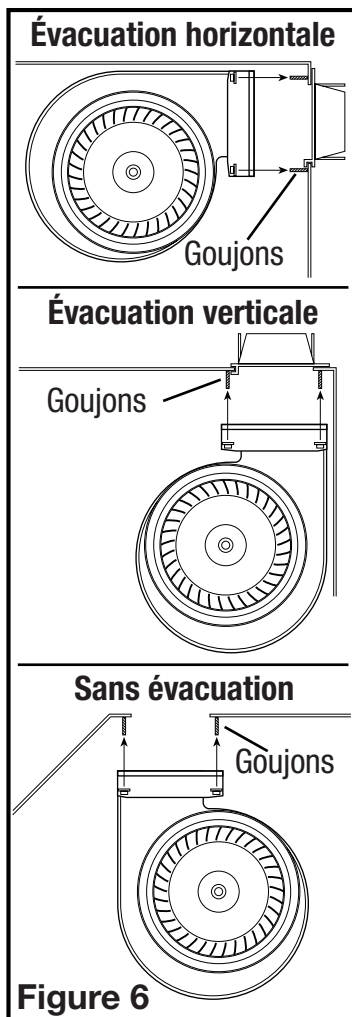

Figure 6
1. Avec l'ouverture du ventilateur faisant face à la direction que vous avez choisi de canaliser la hotte, placez les supports de montage du ventilateur (supports de chaque côté du ventilateur) sur les goujons de fixation du ventilateur à l'intérieur de la hotte (**Figure 6**).
2. En utilisant les 4 écrous retirés précédemment, installez le ventilateur en place. Commencez par serrer les écrous à la main, puis serrez avec un tournevis à douille de 3/8" ou un cliquet jusqu'à ce qu'ils soient bien en place (**Figure 6**).